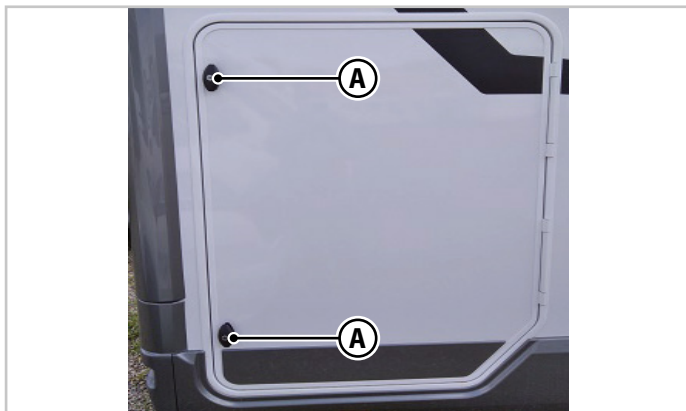

Fig.5.3 - Fechaduras do compartimento de bagagem
- Certificar-se de que fechou o compartimento de bagagem, bloqueando todas as fechaduras (A - Fig.5.3) antes de começar a conduzir. O simples facto de fechar a porta por pressão não garante o seu bloqueio.
O compartimento de bagagem está equipado com uma ou duas fechaduras (A - Fig.5.3).